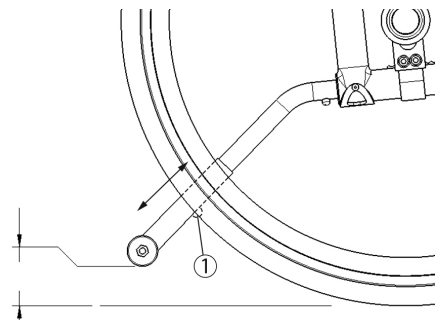

Fig. 29
- Premete il pulsante (1) (Fig. 29) e fate scorrere le estensioni dell'antiribaltamento alla lunghezza desiderata.